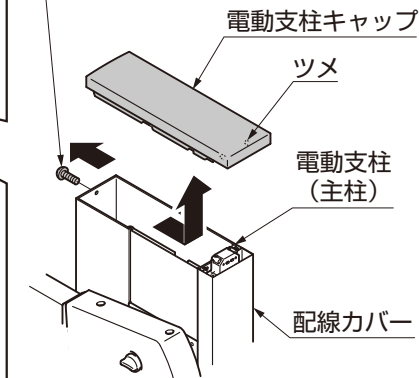

図5-1
- ①「φ4×12トラスタッピンネジ3種 (D=8)」を取外し、電動支柱キャップを電動支柱(主柱)からスライドさせて取外してください。(図5-1参照)